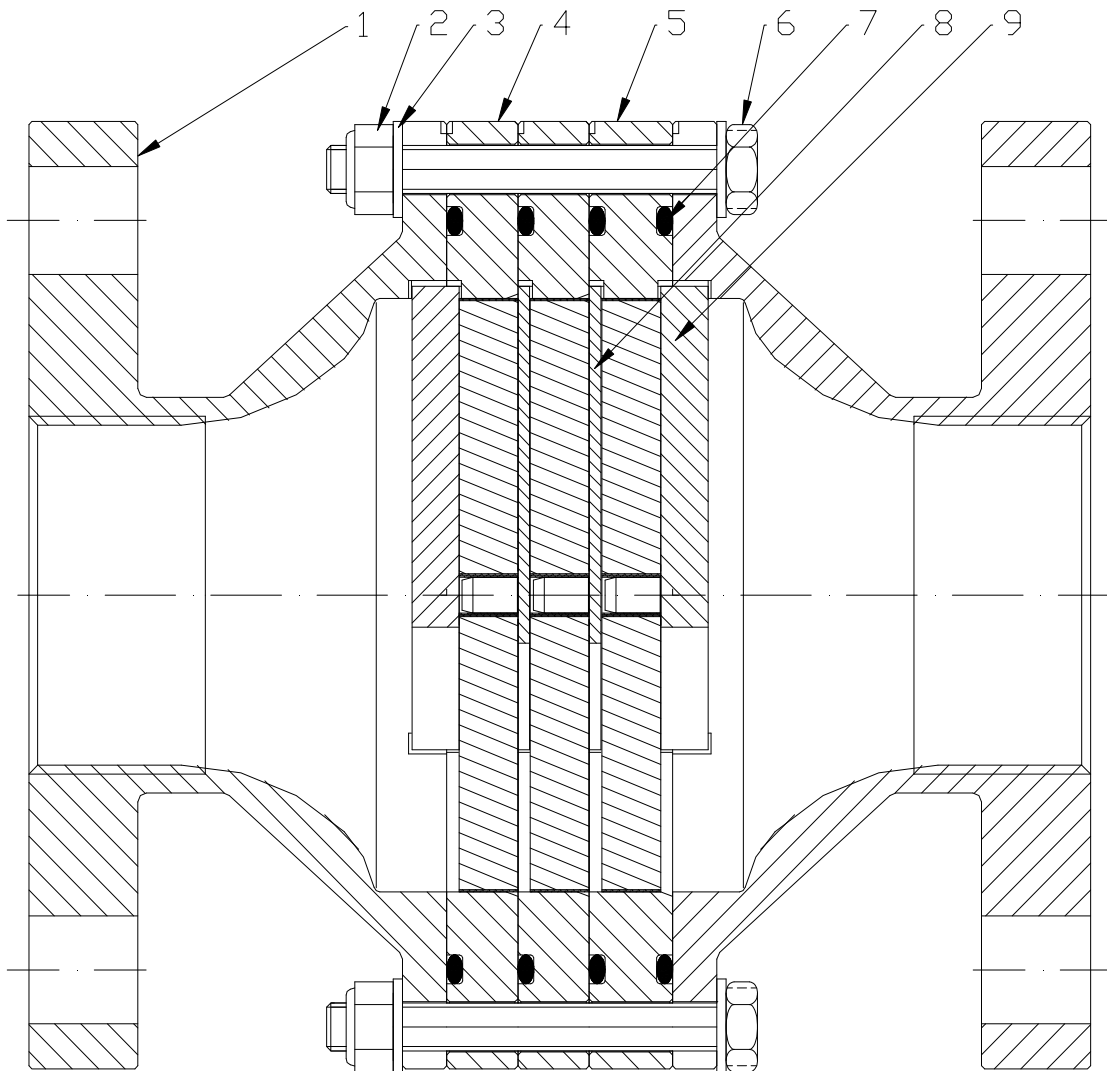

Bild 1
(Siehe Bild 1)
Die Bandsicherung (Pos.5) immer zuerst auf ein Gehäuse (Pos.1) auflegen, um die Abdichtung am Gehäuse und der folgenden Bandsicherung (Pos.4) sicherzustellen. (Siehe Bild 1).
- die vollständige Seriennummer (SN)
- Bestellnummer und Bestellbezeichnung (Position siehe **Bild 1**)